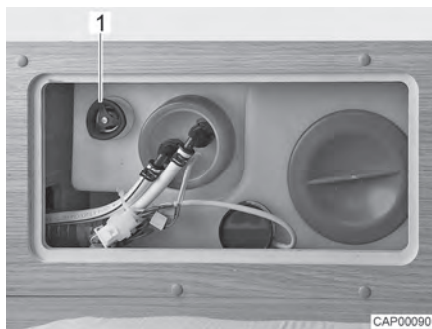

Fig. 108 Depósito de agua con tirador giratorio
- Girar el tirador giratorio (Fig. 108,1) del depósito de agua en sentido contrario a las agujas del reloj sobrepasando la resistencia, para abrir el orificio de salida completamente.